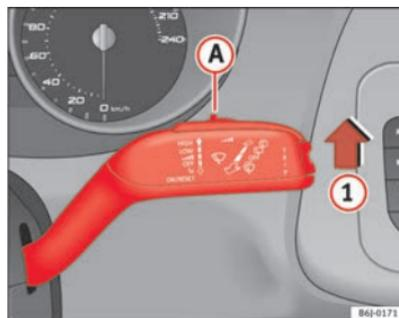

Fig. 61 Alavanca do limpa pára-brisas
- Deslocar o manípulo do limpa pára-brisas para a posição **1** ⇒ fig. 61.